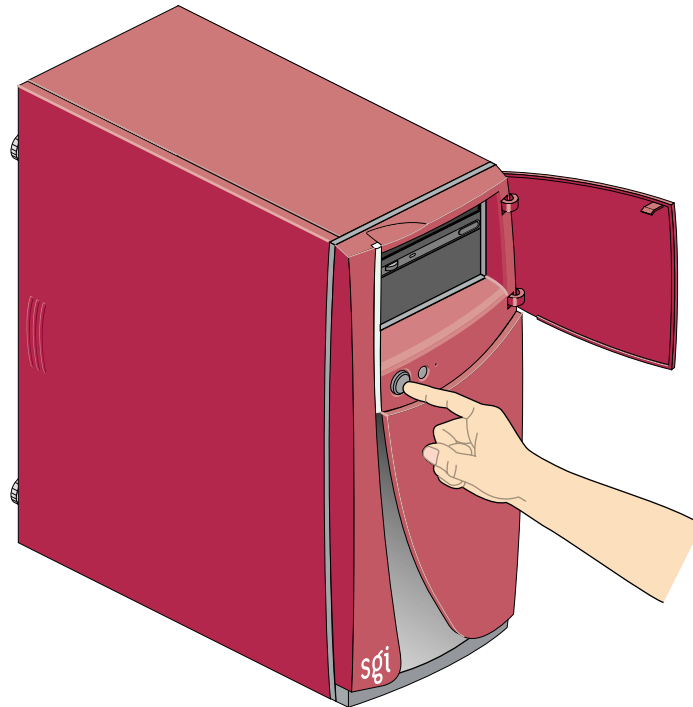

Abbildung 2-6 Ausschalten der Workstation
2. Drücken Sie den Netzschalter, siehe Abbildung 2-6.